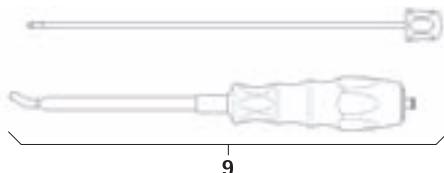

Fig. 5
- Desmontar o instrumento introdutor de barras 9, ver Fig. 5: Desparafusar a parte interior.